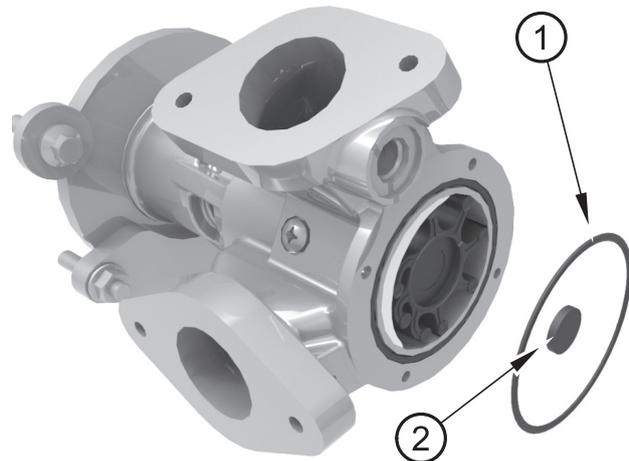

Abbildung 10
3. Vorsicht bei der O-Ringdichtung (Abbildung 10, Nummer 1).